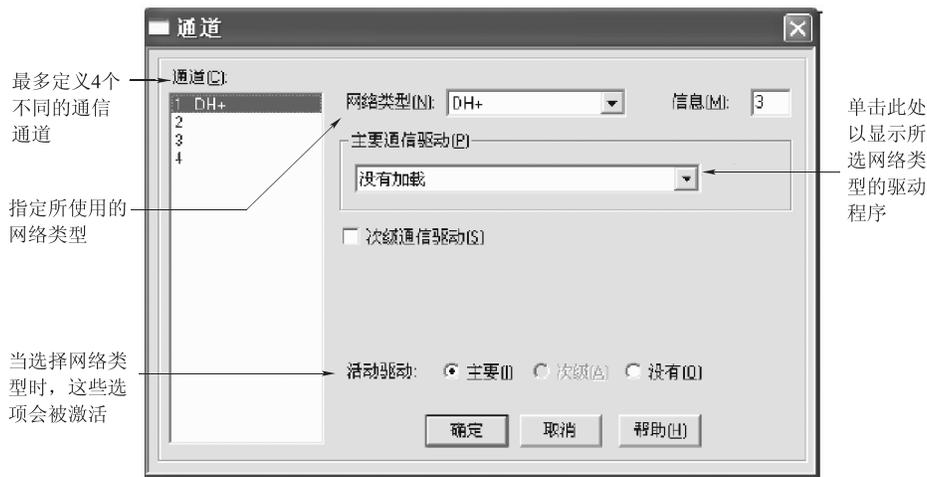

图 1.110 通道设置
(1) 通道的设置，即通信通道，是指把 RSView32 工作站与可编程相连接的网络。主要包括两部分内容的设置。网络类型：包括各类串口网络、Control Net 网络、以太网等；通信驱动：指各类网络的驱动程序。一个 RSView32 项目可以设置 4 个不同的通信通道进行通信，具体步骤如下。
① 在“项目管理器”中，打开“系统”文件夹。
② 执行以下某个操作来打开“通道”编辑器。双击“通道”图标；右击“通道”图标，然后单击“显示”按钮，如图 1.110 所示。